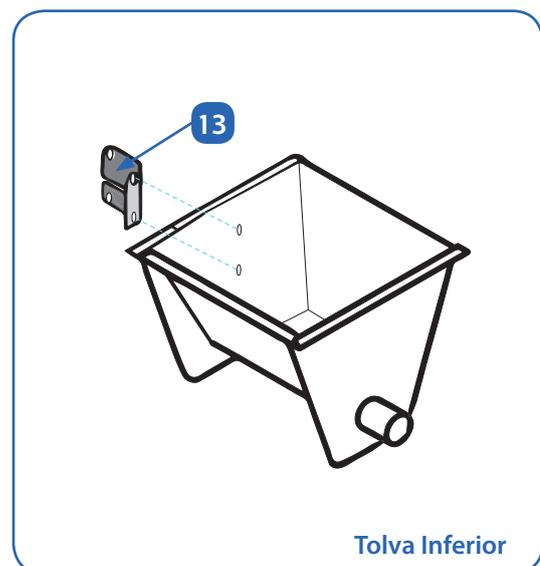

Fig. 05.05. Ensamblaje del soporte de elevación por la parte exterior.
- Antes de ensamblar la tolva superior con la tolva inferior, instalaremos el soporte de gancho **13** en el lateral de la tolva inferior, este gancho nos permitirá anclar en él el cable de elevación. Muchas veces este gancho se suministra montado en la parte interior de la tolva, hay que soltarlo y anclarlo por la parte exterior (Fig. 05.05.).
- Cuando tengamos la tolva superior terminada, montada y con los soportes colocados, y la tolva inferior con el soporte 13 (Fig. 05.05.) en el exterior, procederemos al ensamblaje del conjunto.